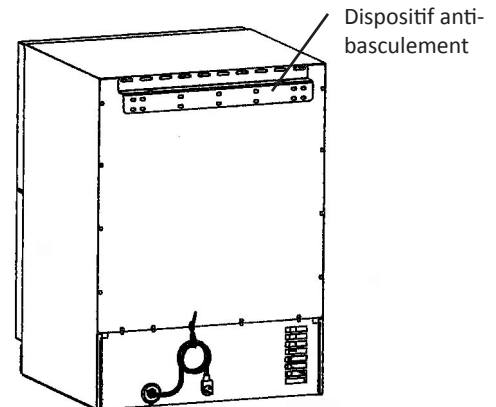

Figure 6
1. Pour enlever un tiroir : Commencez par tirer le tiroir. Repérez le verrou du tiroir qui se trouve sur l'extérieur de la glissière d'armoire (Voir la Figure 7). Poussez le dos de ce verrou vers l'avant puis vers le bas, en libérant le tiroir de la glissière d'armoire (Voir la Figure 6). Répétez cette opération du côté opposé du tiroir. Soulevez le tiroir des glissières perpendiculairement, pour le sortir complètement de l'armoire (Voir la Figure 9).